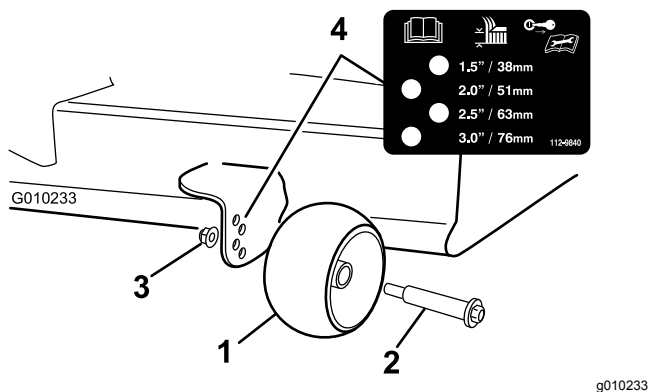

Figure 18
3. Réglez les galets anti-scalp (Figure 18) à la position correspondant le mieux à position de hauteur de coupe.